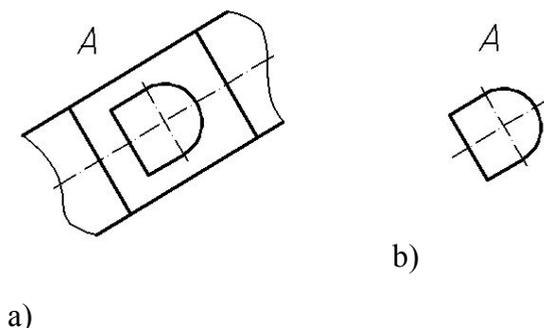

*Fig. 4.6. Exemplu de vedere suplimentară*
- **vedere suplimentară**, dacă este obținută după alte direcții de proiectare decât cele menționate anterior. Indiferent de poziția ocupată pe desen, vederile suplimentare se notează, iar direcția de proiectare se indică conform fig. 4.6.
- **vedere parțială**, dacă în proiecția respectivă este reprezentată numai o parte a obiectului, limitată prin linie de ruptură. De exemplu, în fig. 4.6 vederea suplimentară completă A poate fi înlocuită cu vederea parțială A (fig. 4.7, a), fără că desenul să cedeze în explicitate.